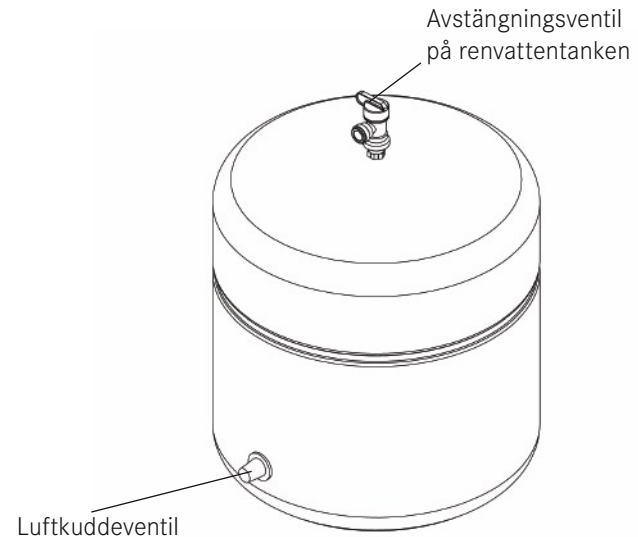

Fig. 18 Renvattentank
1. Montera avstängningsventilen på den gängade tankanslutningen (se fig. 18). Gångtejp är lindad på gängorna så allt du behöver göra är att skruva på ventilen. Drag åt för hand.